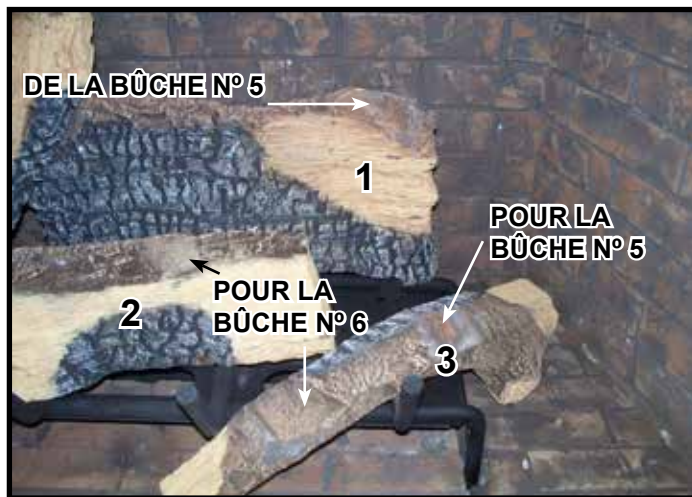
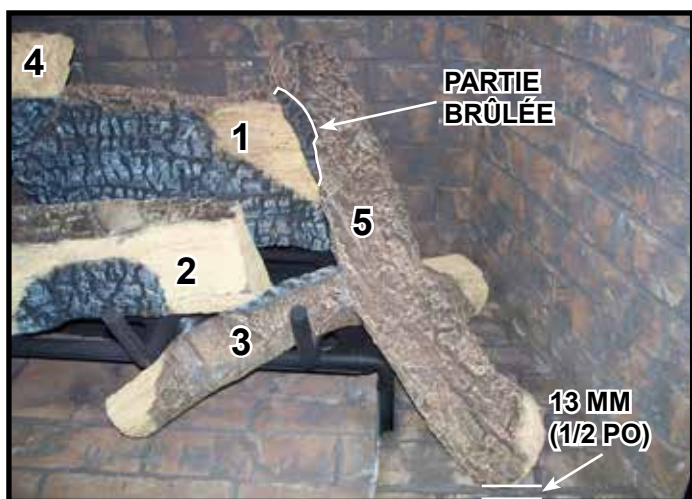

Figure 11.
Figure 12. Disposition de la bûche n° 5
**Bûche n° 5 (2284-705)** : Localisez les zones planes de la bûche n° 1 qui seront utilisées pour positionner la bûche n° 5. Voir la figure 11. Placez la bûche n° 5 dans l'appareil, comme montré à la figure 12. La bûche n° 5 devrait toucher à la base réfractaire et reposer sur les zones planes, comme il est montré à la figure 11. La portion brûlée de la bûche n° 5 devrait être devant la bûche n° 1. Lorsque correctement positionné, la bûche devrait à environ 13 mm (1/2 po) du bord extérieur avant de la base réfractaire. Voir la figure 12.